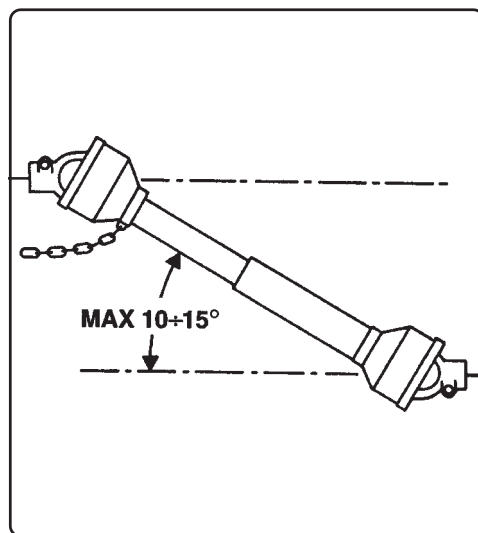

Fig. 5
- Le targhette relative alla sicurezza (Fig. 5), devono essere sempre ben evidenti; vanno tenute pulite e vanno sostituite se diventano poco leggibili.
- Disinserire, sempre, la presa di forza quando l'albero cardanico fa un angolo troppo aperto, mai oltre i $10 \div 15$ gradi (Fig. 5).